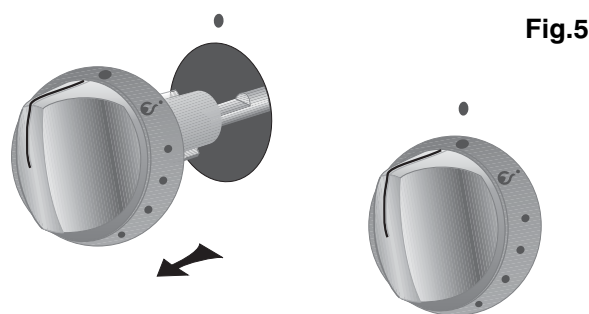

Fig.5
3. Retirez tous les boutons de commande (**Fig.5**).